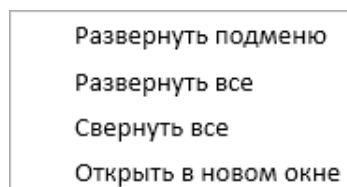

Рисунок 3.28
3.3.6.3 Сворачивать/разворачивать «дерево» можно нажатием правой кнопкой мыши на элементе «дерева» и выбором соответствующей команды (см. рисунок 3.28) или двукратным нажатием левой кнопкой мыши на элементе. Открывать в новом окне меню/подменю можно нажатием правой кнопкой мыши на элементе «дерева» и выбором соответствующей команды. После выбора команды запускается копия приложения с установкой выбранного пункта меню.